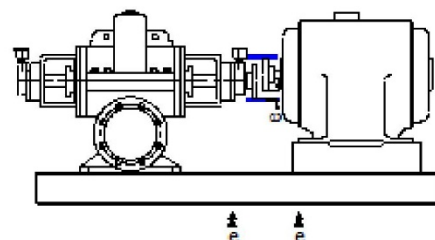
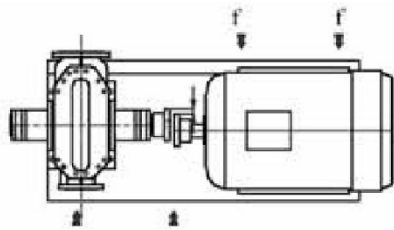

Рис. 6: Ошибка параллельного скольжения в вертикальной плоскости и коррекция
Рис. 8: Ошибка параллельного скольжения в горизонтальной плоскости и коррекция
1. Смещение по параллельной оси (Рис. 6 - Рис. 8)